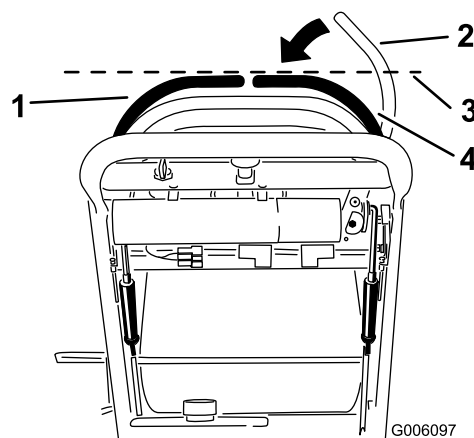

Figure 51
- Abaissez le levier de commande de déplacement droit pour quitter la position de verrouillage au point mort (Figure 51).
- Vérifiez s'il s'aligne horizontalement avec le levier de commande de déplacement gauche (Figure 51).